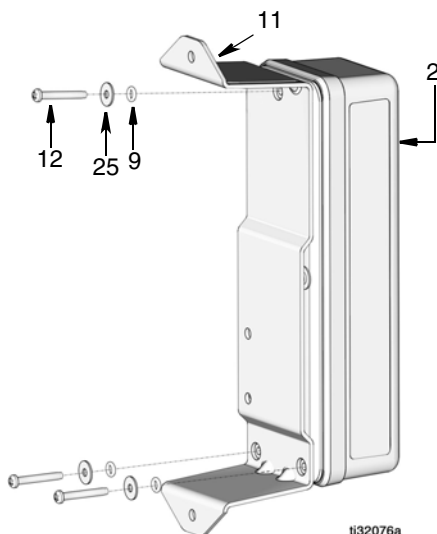

FIG. 12
21. Allineare il gruppo della cassetta del PAC (2) alla staffa (11). Montare gli o-ring (9), le rondelle (25) e le viti (12) per fissare la staffa alla cassetta (FIG. 12).